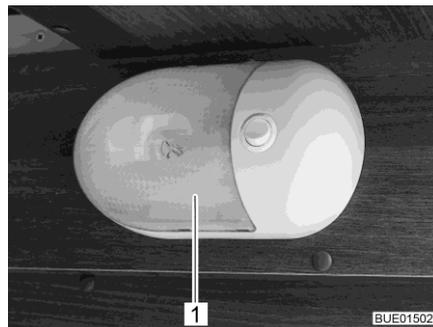

Fig. 318 Lampada a parete
- Comprimerne leggermente sui due lati la copertura trasparente (Fig. 318,1), staccarla appena dall'interruttore e tirarla in avanti.